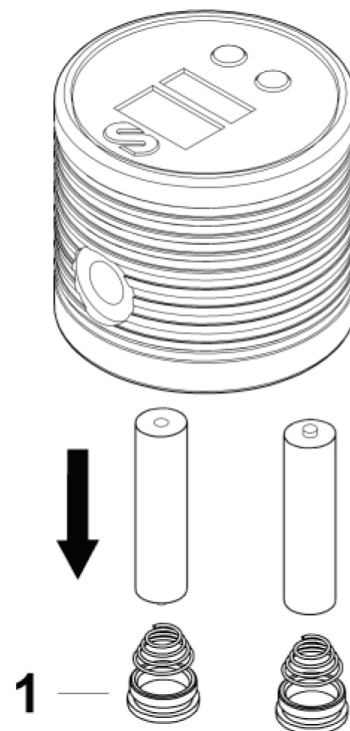

Fig. 5
1. Remove the threaded plugs (1) at the back of the meter (fig. 5).
3. Mount the battery plugs (1).
1. Destornille y retire los tapones roscados (1) en la parte trasera del contador (fig. 5).
3. Vuelva a montar los tapones roscados (1).
1. Dévisser et retirer les capuchons (1) au niveau de la partie arrière du compteur (fig. 5).
3. Visser à nouveau les capuchons de protection (1).
1. Die Schraubkappen (1) auf der Rückseite des Zählers abschrauben (Bild 5).
3. Die beiden Schraubkappen (1) wieder anbringen.